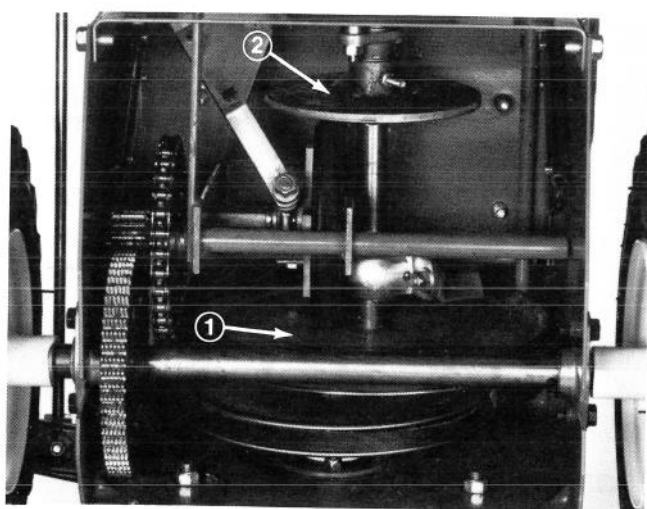

Figure 34
4. Mettez la commande des roues au point mort (N).
5. Le dessus et le dessous de la roue de caoutchouc devraient être à égale distance de la poulie et du disque de friction (Fig. 34). Si la distance est égale aux deux endroits, et que la commande de traction ne fonctionne pas bien, mettez-vous en rapport avec votre concessionnaire Toro local autorisé. Si la distance n'est pas égale, passez à l'étape 6.